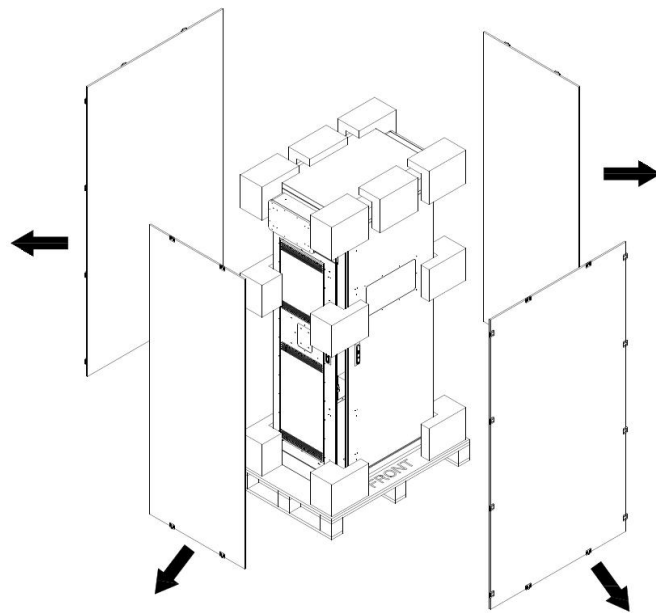

图 5
- 再将四周的木板拆除，用美工刀将包裹充电桩的 PE 拉伸膜和珍珠棉移除。如图 5